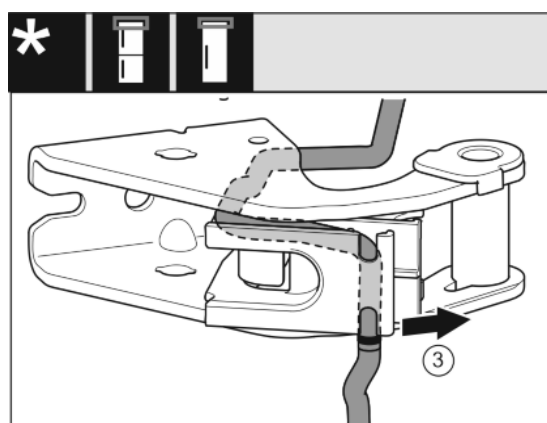

Fig. 22
- ▶ Wyjąć szary kabel z przewodnicy. Fig. 22 (3)